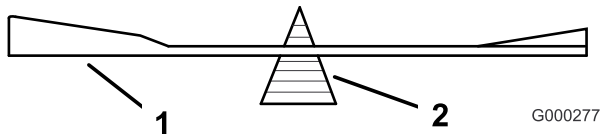

Figura 51
2. Verifique el equilibrio de la cuchilla colocándola sobre un equilibrador de cuchillas (Figura 51). Si la cuchilla se mantiene horizontal, está equilibrada y puede utilizarse. Si la cuchilla no está equilibrada, rebaje algo el metal en la parte de la vela solamente (Figura 47). Repita este procedimiento hasta que la cuchilla esté equilibrada.